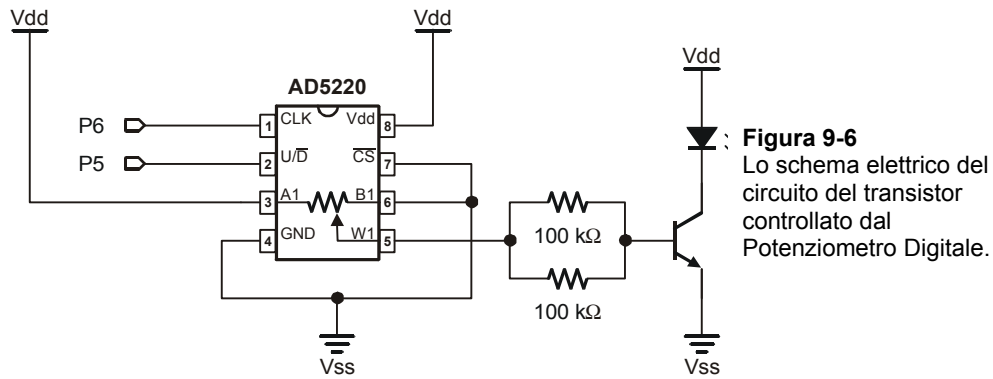
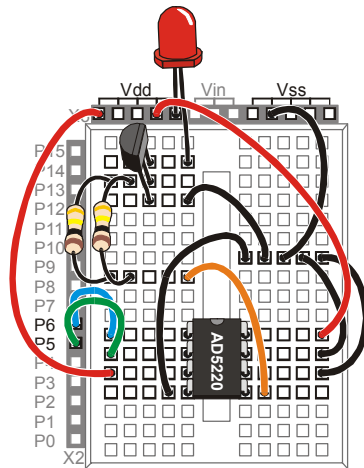

Figura 9-6
Figura 9-7
La Figura 9-6 mostra lo schema elettrico del circuito del potenziometro digitale usato al posto del Potenziometro manuale, e la Figura 9-7 mostra lo schema di cablaggio del circuito. Il BASIC Stamp può controllare il Potenziometro digitale emettendo segnali di controllo da P5 e da P6.
- √ Costruite il circuito mostrato in Figura 9-6 ed in Figura 9-7.